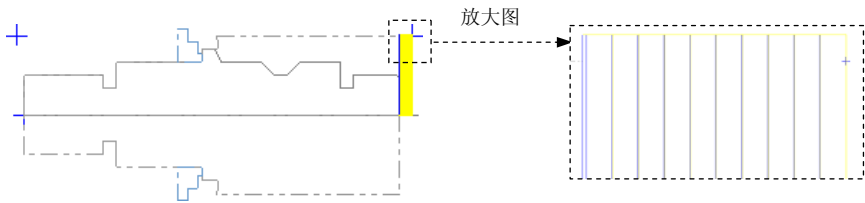

图 19.13 刀具路径
Step4. 设置加工参数。在“车床-车端面 属性”对话框中单击 **车端面参数** 选项卡，在 **Finish Z...** 文本框中输入 540.0，其他参数采用系统默认设置值。单击 **✓** 按钮完成加工参数的设置，此时系统将自动生成图 19.13 所示的刀具路径。